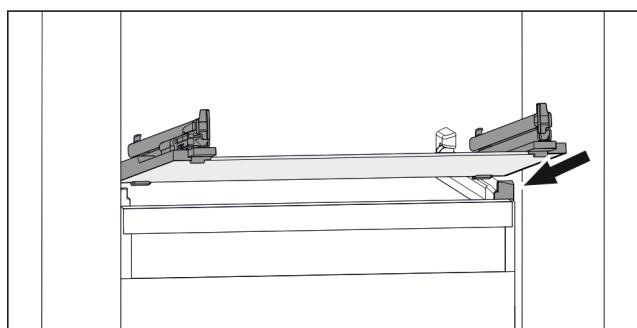

Fig. 113 Primjerni prikaz staklene ploče
- Stavite ladicu ukoso iza zaustavljača. (pogledajte Fig. 113)